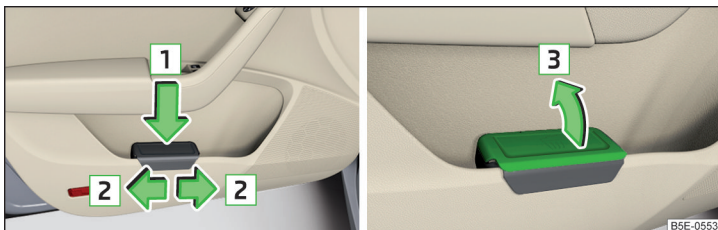

Fig. 93 Poubelle : insérer et déplacer / ouvrir
- Enfoncez la poubelle dans la partie arrière dans le sens de la flèche **1** » fig. 93.
- Retirez la poubelle dans le sens contraire à la flèche **1** » fig. 93.
- Relevez le cache dans le sens de la flèche **3** » fig. 93.